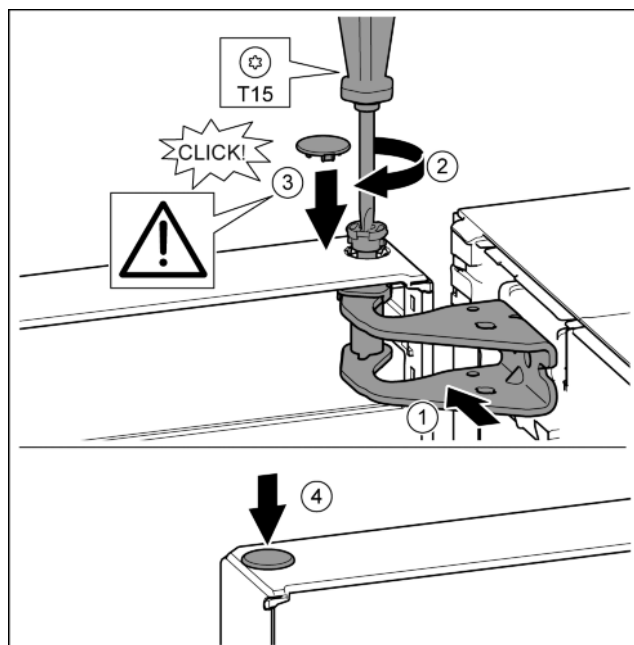

Fig. 17
- ▶ Tür oben zur Öffnung im Lagerbock ausrichten. Fig. 17 (1)
- ▶ Bolzen einsetzen und mit Schraubendreher T15 festschrauben. Fig. 17 (2)
- ▶ Sicherungsabdeckung zur Sicherung der Tür montieren: Sicherungsabdeckung einsetzen und Kontrollieren ob sie auf der Tür aufliegt. Ansonsten Bolzen vollständig einsetzen. Fig. 17 (3)
- ▶ Stopfen einsetzen. Fig. 17 (4)